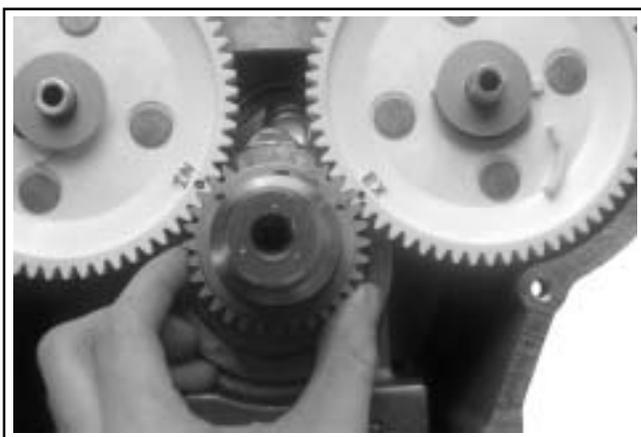

Figura 10-27. Installazione della manovella.
1. Orientare l'albero motore in modo che la chiavetta si trovi in posizione ore 12. Tenere la manovella con i segni di fasatura visibili ed inserirla sull'albero motore e sulla chiavetta in modo che i segni di fasatura sulla manovella siano allineati con quelli sugli alberi a camme. Vedere Figura 10-27.